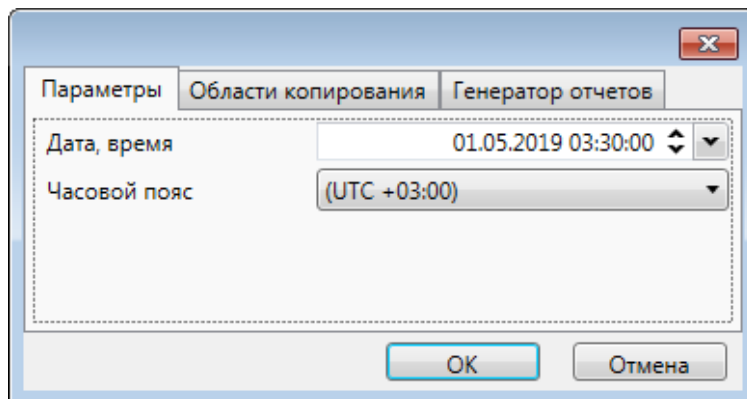

Рисунок 122 – Параметры формирования отчёта
- параметры даты, на которую требуется сформировать отчёт (рисунок 122);